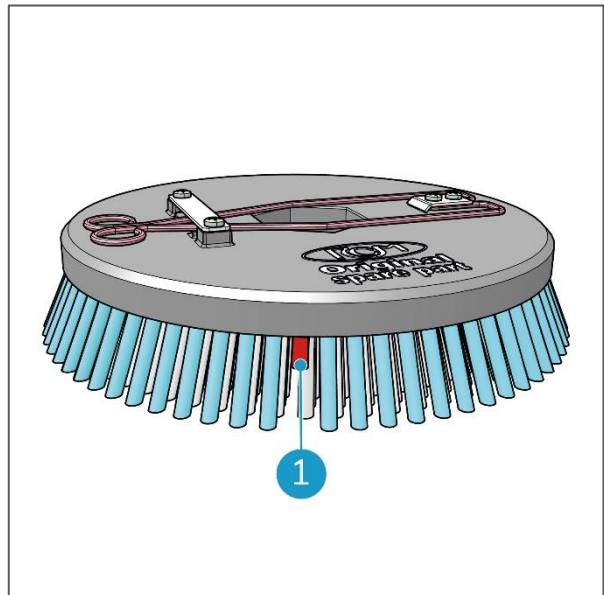

Figura 9
Prima dell'uso, controllare le condizioni della spazzola a disco. Controllare il segno dell'indicatore rosso prima di iniziare (Figura 9, pos 1). Consultare la sezione 7.4.4. Assicurarsi che la macchina sia completamente spenta quando si sostituiscono le spazzole a disco.